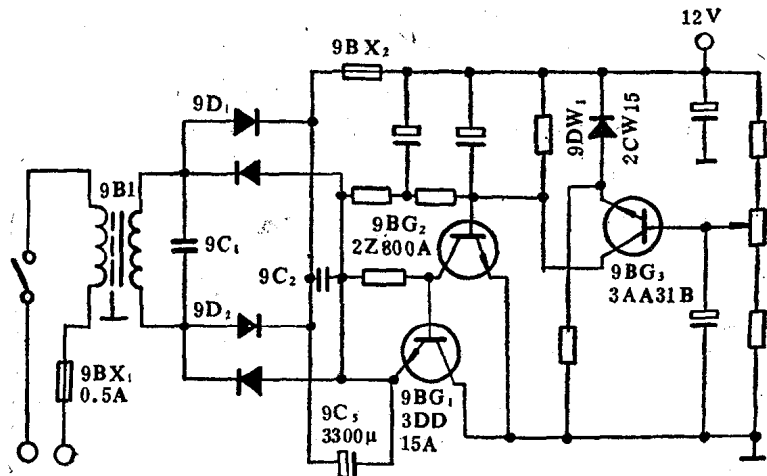

图 1-1
3. 查找有故障的元件。将万用表拨至 $R \times 1K$ 档测量两只半桥的正反向电阻(见图1-1)，当黑表笔接半桥二极管正极，红表笔接负极时，正常电阻值应为440 Ω 。反接表笔后正常电阻
1. 检查交流电源输入电路(参见图1-1)把电源开关接通后 测量电源插头电阻, 实测结果为无穷大, 说明交流输入电路有断路故障。经检查发现交流保险丝 $9BX_1$ 已烧断, 换上一只 $0.5A$ 保险管后一通电又烧断, 表明交流输入电路和整流滤波电路有短路故障。